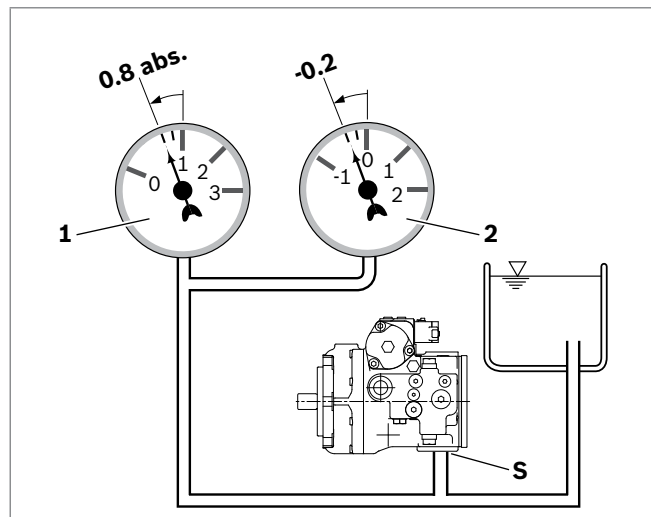

Fig. 7 : Pression d'aspiration
- ▶ Assurez-vous que pendant le fonctionnement une pression d'aspiration minimale de 0,8 bar absolu (0,5 bar absolu en cas de démarrage à froid) est bien présente sur le raccord **S** de la pompe à pistons axiaux, dans toutes les positions de montage, voir Fig. 7. Pour les autres valeurs de pression, voir la fiche technique.